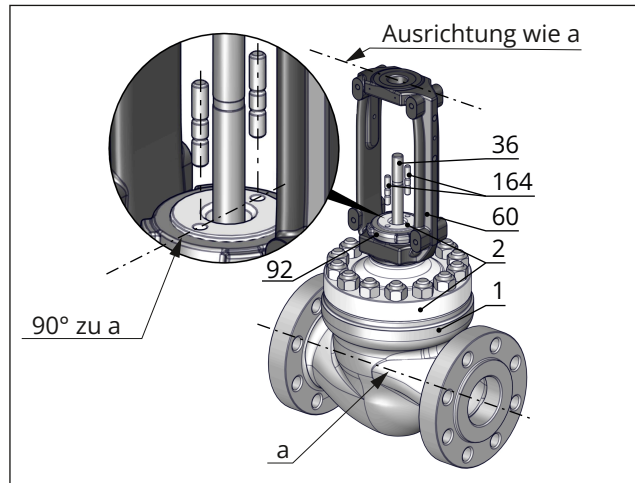

Bild 33: Ausrichtung des Oberteils auf dem Ventilgehäuse und Ausrichtung des Jochs auf dem Oberteil
14. Trägerelement (63) inklusive der eingepressten Buchse (7) senkrecht und konzentrisch über die Kegelstange (36) in das Gehäuse (1) einführen bis er auf der Auflagefläche innen im Gehäuse aufliegt. Dafür bei großen Nennweiten Sonderwerkzeug verwenden.
15. Neuen Spiraldichtring (126) am Trägerelement (63) einlegen.
16. Neuen Spiraldichtring (17) im Gehäuse (1) einlegen.
17. Ventiloberteil (2/21) einschließlich Joch (60) von oben senkrecht über die Kegelstange (36) lose auf das Gehäuse (1) setzen. Ausrichtung beachten, vgl. Bild 33. Die beiden Bohrungen auf der Oberseite des Oberteils müssen senkrecht zur Rohrleitungsachse liegen.
18. Kegel (5) fest in den Sitz (4) drücken. Dabei Ventiloberteil (2/21) mit Gehäusemutter (14) befestigen. Gehäusemutter (14) schrittweise über Kreuz anziehen. Anzugsmomente beachten.
9. Am Ventilgehäuse (1) einen neuen Spiraldicht- ring (17) einlegen. Auflagefläche der Dichtung vorab reinigen und auf Unversehrtheit prüfen.
10. Am Trägerelement (63) bzw. Sitzniederhalter (124) einen neuen Spiraldichtring (126) einlegen. Auflagefläche der Dichtung vorab reinigen und auf Unversehrtheit prüfen.
11. Ventiloberteil (2/21) einschließlich Joch (60) von oben senkrecht über die Kegel- bzw. Kolben- stange (36) lose auf das Gehäuse (1) setzen. Ausrichtung beachten, vgl. Bild 33. Die beiden Bohrungen auf der Oberseite des Oberteils müssen senkrecht zur Rohrleitungsachse liegen.
12. Kegel bzw. Kolben (5) fest in den Sitz (4) drü- cken. Dabei Ventiloberteil (2/21) mit Gehäuse- muttern (14) befestigen. Gehäusemutter (14) schrittweise über Kreuz anziehen. Anzugsmo- mente beachten.
13. Stopfbuchsteile mit einem geeigneten Werkzeug vorsichtig über die Kegel- bzw. Kolbenstange (36) in den Packungsraum einschieben. Korrek- te Reihenfolge und Ausrichtung der Bauteile der jeweiligen Dokumentation der Ersatzteilpackung entnehmen und beachten.
14. Gewindebuchse (8) einschrauben und handfest anziehen.
15. Gewindebuchse (8) schrittweise bis zum vorge- gebenen Anzugsmoment anziehen.
11. Am Ventilgehäuse (1) einen neuen Spiraldichterring (17) einlegen. Auflagefläche der Dichtung vorab reinigen und auf Unversehrtheit prüfen.
12. Am Trägerelement (63) bzw. Sitzniederhalter (124) einen neuen Spiraldichterring (126) einlegen. Auflagefläche der Dichtung vorab reinigen und auf Unversehrtheit prüfen.
13. Ventiloberteil (2/21) einschließlich Joch (60) von oben senkrecht über die Kegel- bzw. Kolbenstange (36) lose auf das Gehäuse (1) setzen. Ausrichtung beachten, vgl. Bild 33. Die beiden Bohrungen auf der Oberseite des Oberteils müssen senkrecht zur Rohleitungsachse liegen.
14. Kegel bzw. Kolben (5) fest in den Sitz (4) drücken. Dabei Ventiloberteil (2/21) mit Gehäusemutter (14) befestigen. Gehäusemutter (14) schrittweise über Kreuz anziehen. Anzugsmomente beachten.
15. Stopfbuchsteile mit einem geeigneten Werkzeug vorsichtig über die Kegel- bzw. Kolbenstange (36) in den Packungsraum einschieben. Korrekte Reihenfolge und Ausrichtung der Bauteile der jeweiligen Dokumentation der Ersatzteilpackung entnehmen und beachten.
16. Druckstück (8) einsetzen.
17. Packungsbrille (162) über die Stiftschrauben (164) am Ventiloberteil (2/21) auf das Druckstück (8) aufsetzen.
18. Beide Spannmutter (163) (bei außen federbelasteter Packungsbrille inklusive der Tellerfedern) auf die Stiftschrauben (164) aufschrauben und handfest anziehen. Bei der federbelasteten Ausführung die Spannmutter (163) dabei durch die Bohrungen der Packungsbrille führen.
19. Beide Spannmutter (163) der Packungsbrille (162) am Sechskantkopf abwechselnd und schrittweise bis zum vorgegebenen Anzugsmoment anziehen.
6. Sitzniederhalter (124) inklusive der eingepressten Buchse (7) senkrecht und konzentrisch über die Kegelstange (36) in das Gehäuse (1) einführen und auf dem Sitz (4) positionieren. Dafür bei großen Nennweiten Sonderwerkzeug verwenden. Die Fensteröffnungen des Sitzniederhalters (124) symmetrisch zur Rohrleitungsachse ausrichten.
7. Neuen Spiraldichtring (126) am Sitzniederhalter (124) einlegen.
8. Neuen Spiraldichtring (17) im Gehäuse (1) einlegen.
9. Ventiloberteil (2/21) einschließlich Joch (60) von oben senkrecht über die Kegelstange (36) lose auf das Gehäuse (1) setzen. Ausrichtung beachten, vgl. Bild 33. Die beiden Bohrungen auf der